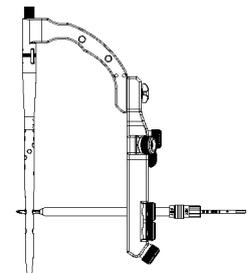

図3
- 3) TDスリーブガイドにコーティカルSWドリルスリーブを組み付けたコーティカルSWスリーブを装着し、スリーブガイドのつまみでロックします。コーティカルSWドリルを通し、ネイルのコーティカルスクリューホール全てに干渉しないで通過することを確認します。（図3）